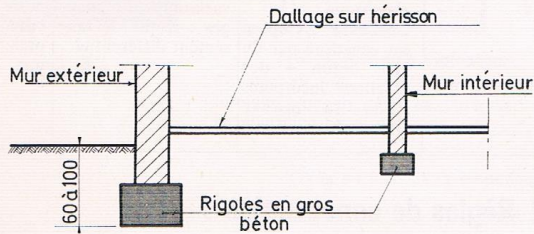

FIG. 14
- 3.12 - La protection contre le gel (fig. 14).